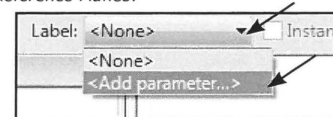

Fig. 08.78. Marker målkæden og sæt en *Parameter* på.
- Marker målkæden og vælg *Add Parameter* ud for *Label* i *Modify* panelet (Fig. 08.78).